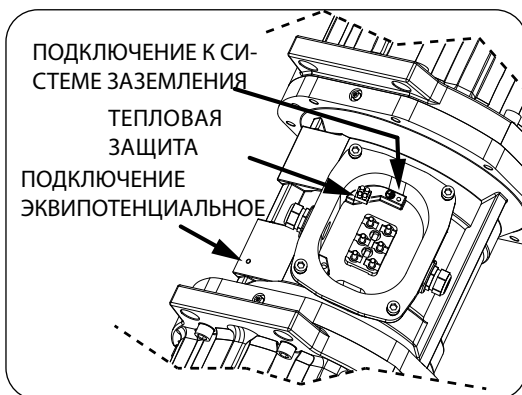

Рис.7
Соединительные элементы для заземления и для эквипотенциального соединения (Рис.7) должны обеспечивать надежное, эффективное соединение по крайней мере одного провода с сечением, указанным в приведенной ниже таблице. Мотор-вибраторы размерами от 75 до 85 оснащаются тепловой защитой 130°C (диапазон 1,6А ÷ 7,5 А); при подсоединении руководствоваться схемами (M121 и M122).
- Гайки на штырях следует затягивать согласно моменту затяжки, указанному в таблице (Рис.7 стр. М.119).
Для эквипотенциального подключения мотор-вибратора подсоединить оборудование к системе заземления с помощью соответствующей клеммы, имеющей на коже (Рис.7).